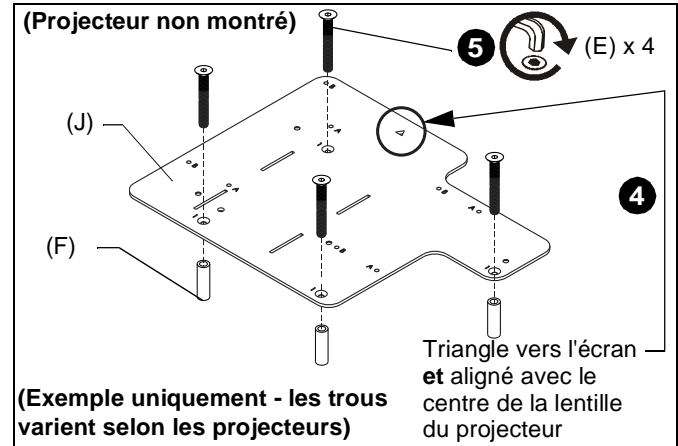
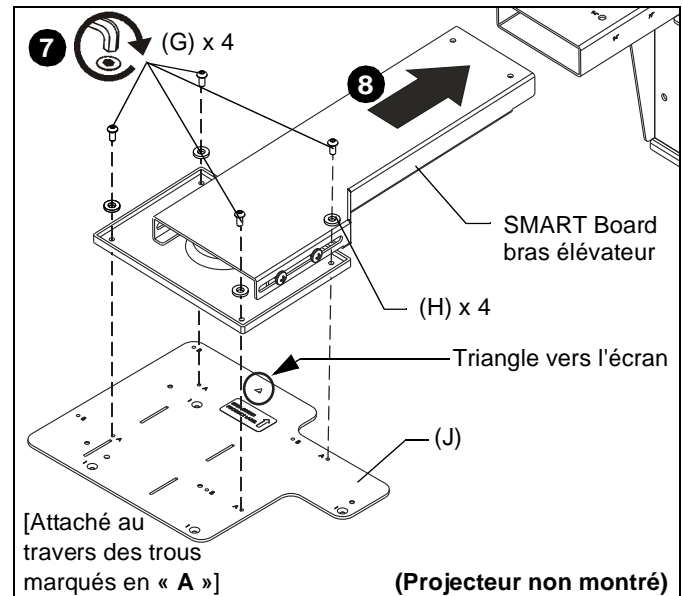

Figure 5
Figure 6
3. Placez quatre rondelles (F) sur les insertions filetées au bas du projecteur.
4. Placez le support d'interface (J) [avec le marquage « A » et « B » visible] au bas du projecteur, en alignant les trous de montage (marqués en « 1 ») dans le support avec les rondelles et les insertions filetées dans le bas du projecteur, en vous assurant que le triangle du support pointe vers l'écran, et s'aligne avec le centre de la lentille du projecteur. (Voir Figure 5)
5. Placez quatre vis à tête plate M4 x 16 mm (E) dans les trous de montage marqués en « 1 » au travers des rondelles (F) et dans les insertions filetées.
7. Attachez le support d'interface (J) avec le projecteur attaché à l'extrémité du bras élévateur SMART Board existant au travers des trous de montage marqués en « A » à l'aide de quatre vis à tête plate de M4 x 8mm (G) et quatre rondelles M4 (H). (Voir Figure 6)
8. Glissez le bras élévateur SMART Board dans le support SMART board pour corriger l'emplacement de l'extension du bras et de la hauteur en fonction du modèle de projecteur et du modèle de SMART Board, en suivant les renseignements au Tableau 2. (Voir Figure 6)